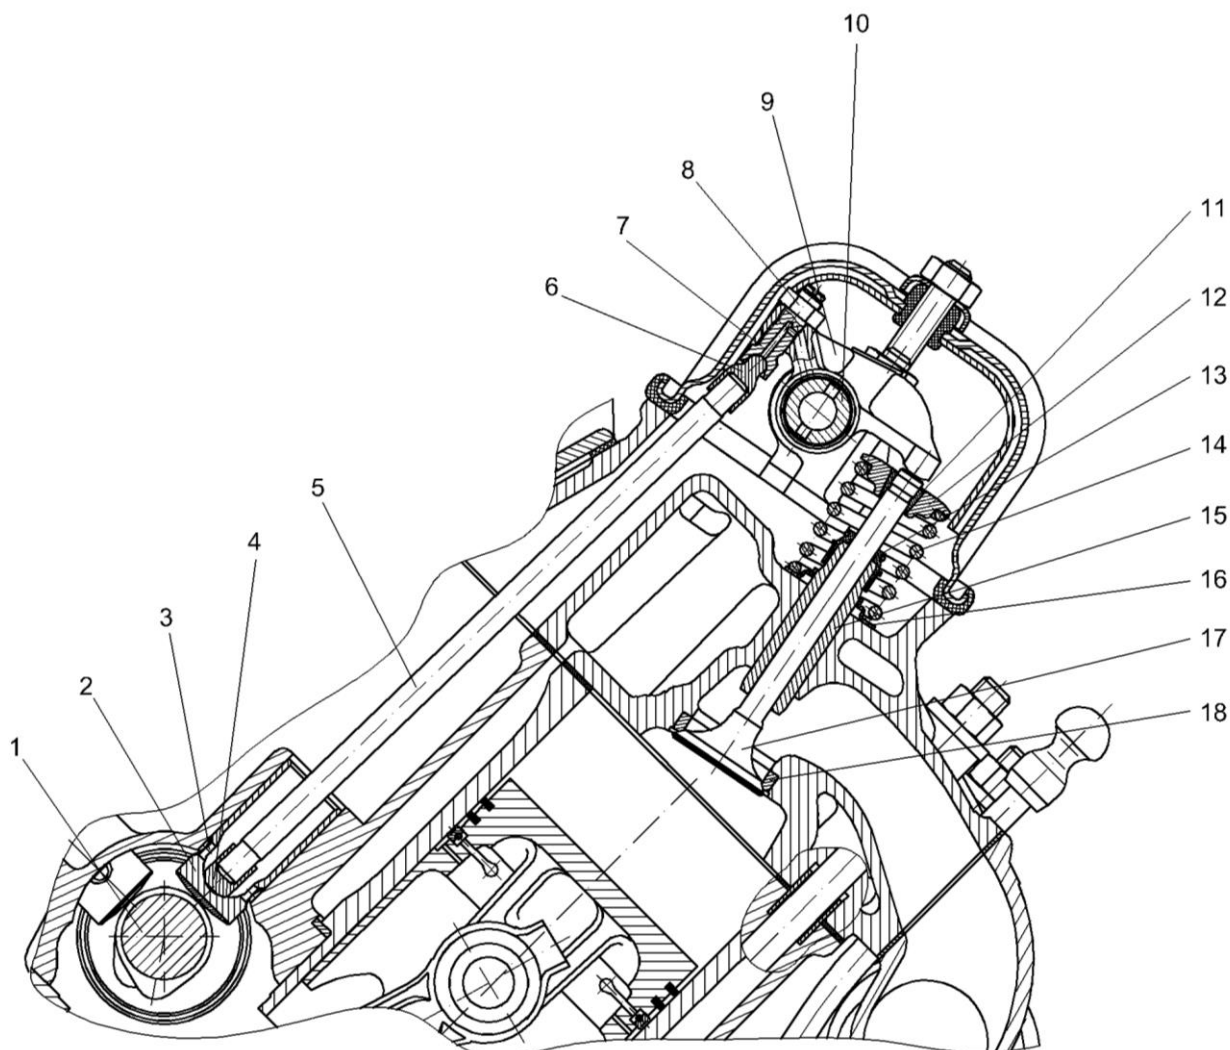

Рис.10. Механизм привода клапанов:
Механизм газораспределения – верхнеклапанный с нижним расположением распределительного вала в блоке цилиндров и приводом клапанов через толкатели 2 (рис.10), штанги 5, коромысла 9 с регулировочными винтами 7. Количество клапанов на цилиндр – два.
Толкатели 2 (рис.10) – плунжерного типа. Внутри толкатель имеет сферическое углубление для нижнего наконечника штанги. На цилиндрической поверхности толкателя у нижнего торца имеются два отверстия 3 для слива излишков масла из внутренней полости толкателя.
- ослабить контргайку 8 (рис.10) регулировочного винта 7;